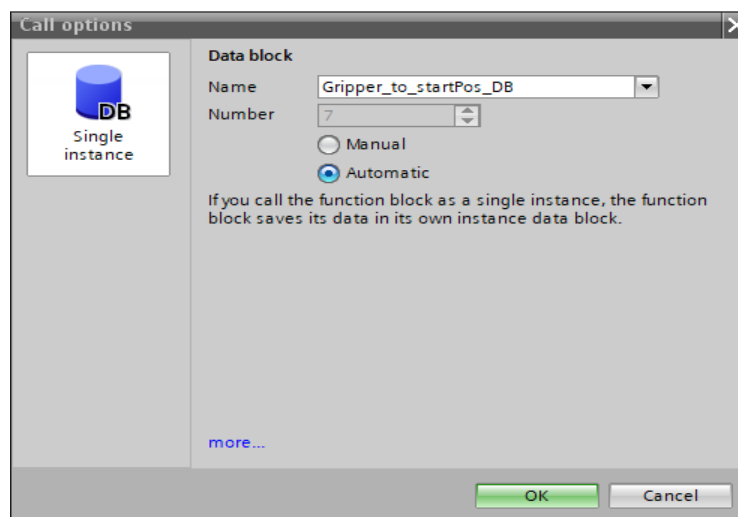

Рис. 2.4 – Создание Data block
8. При добавлении блока TIA Portal автоматически запросит создание экземпляра блока данных (рис. 2.4). Подтвердить создание, нажав ОК.